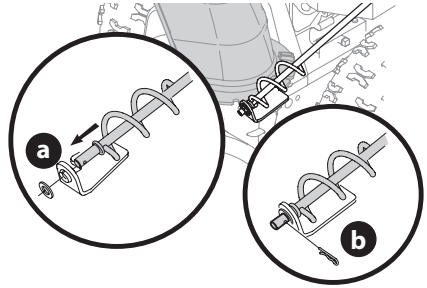

Figure 11
3. Retirez le capuchon en plastique (si présent), la rondelle plate (a) et la goupille fendue (b) qui se trouvent à l'extrémité de la tige de commande de la goulotte. Voir Figure 11